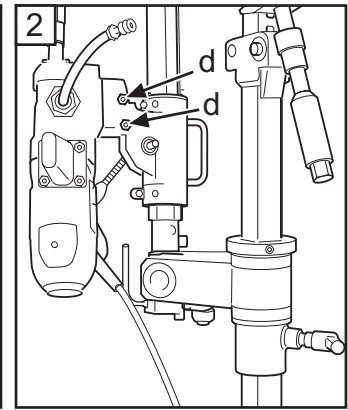

Fig.13
3. Montar la perforadora en la fijación rápida de la caja de alimentación y apretar las tuercas de fijación cónicas (d) (fig. 13) con una llave de 24 mm.
3. Montar a perfuradora na fixação rápida da caixa de alimentação e apertar as porcas de fixação cónicas (d) (Fig. 13) com a chave de 24 mm.
3. Fit the drilling machine in the quick-action attachment on the feed housing, tighten the conical locking nuts (d.) (Fig. 13) using a 24 mm spanner.